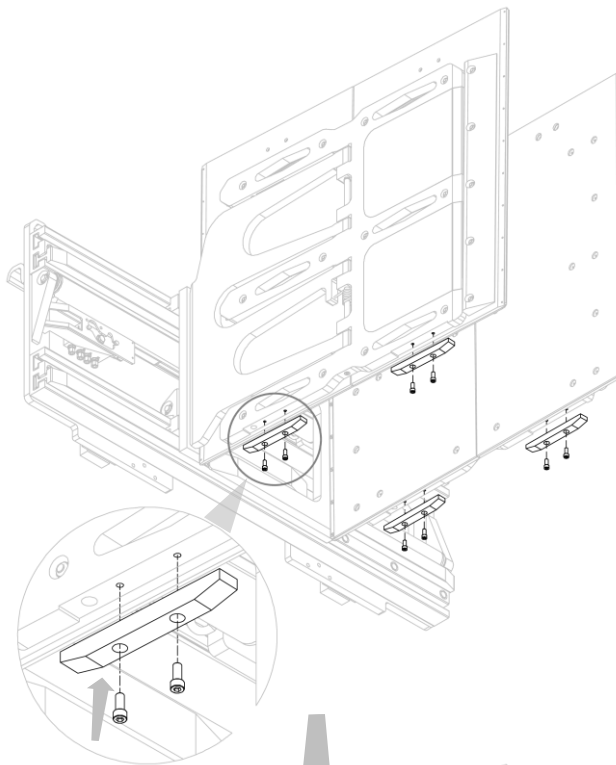
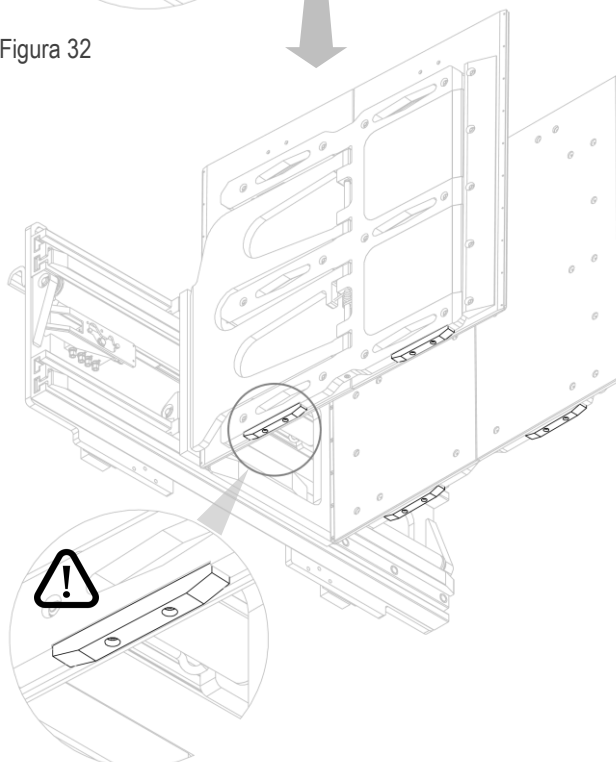

Figura 32
Figura 33
2. Montare i pattini inferiori Anti-Strisciamento in Ertalon avvitando le viti negli appositi fori (vedi *Figura 32* e *Figura 33*).